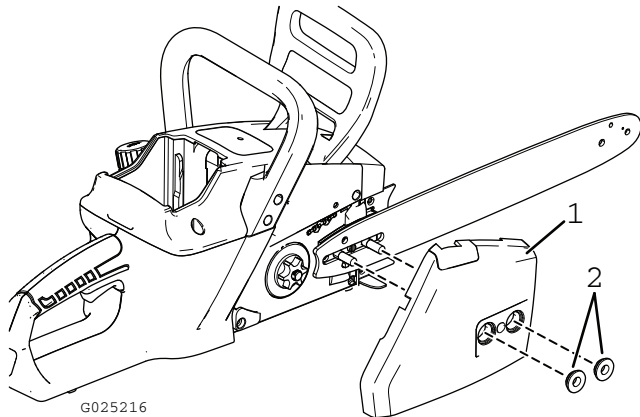

Figure 27
2. Retirez les deux écrous de fixation du couvercle (Figure 27).